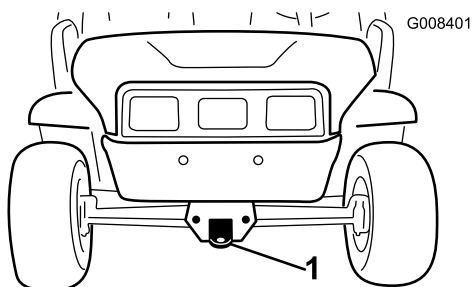

図 21
長距離を運ぶ場合にはトレーラを使用してください。必ず確実に固定して輸送してください。ロープがけのポイントについては図 20 と図 21 を参照してください。
2. 前フレームのトングにロープなどの牽引索を取り付ける (図 21)。